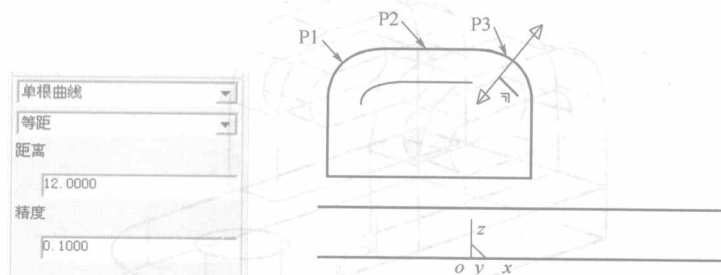

图 2-6 生成等距线
(8) 单击“等距线”按钮，如图设置立即菜单，拾取直线 P1、圆弧 P2、P3，生成等距线如图 2-6 所示。